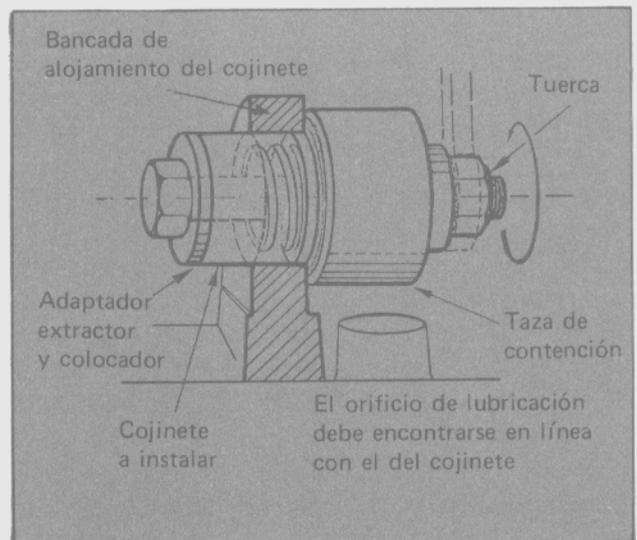

Fig. 98 - Método para colocar el cojinete.
- k) Ajustar la tuerca hasta verificar que el cojinete se introduzca totalmente. Las caras del cojinete y del alojamiento deben quedar al ras. (Fig. 98).